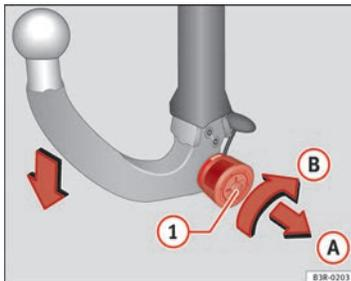
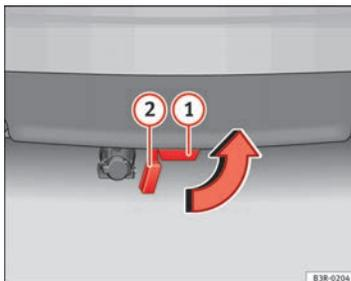

Abb. 173 Abnehmbare Anhängervorrichtung: Kugelstange abbauen
Abb. 174 Hinterer Stoßfänger: Verschlussdeckel einsetzen
- Stecken Sie den Schlüssel in das Schloss (1) ⇒ Abb. 173 am Handrad.
- Halten Sie die Kugelstange fest und ziehen Sie das Handrad in Pfeilrichtung (A) heraus.
- Drehen Sie das Handrad in gezogener Position bis zum Anschlag in Pfeilrichtung (B).
- Ziehen Sie die Kugelstange nach unten aus dem Aufnahmebohrer (1) ⇒ Abb. 174 heraus. Dabei wird der Aufnahmebohrer durch die Verschlussklappe (2) automatisch verschlossen.